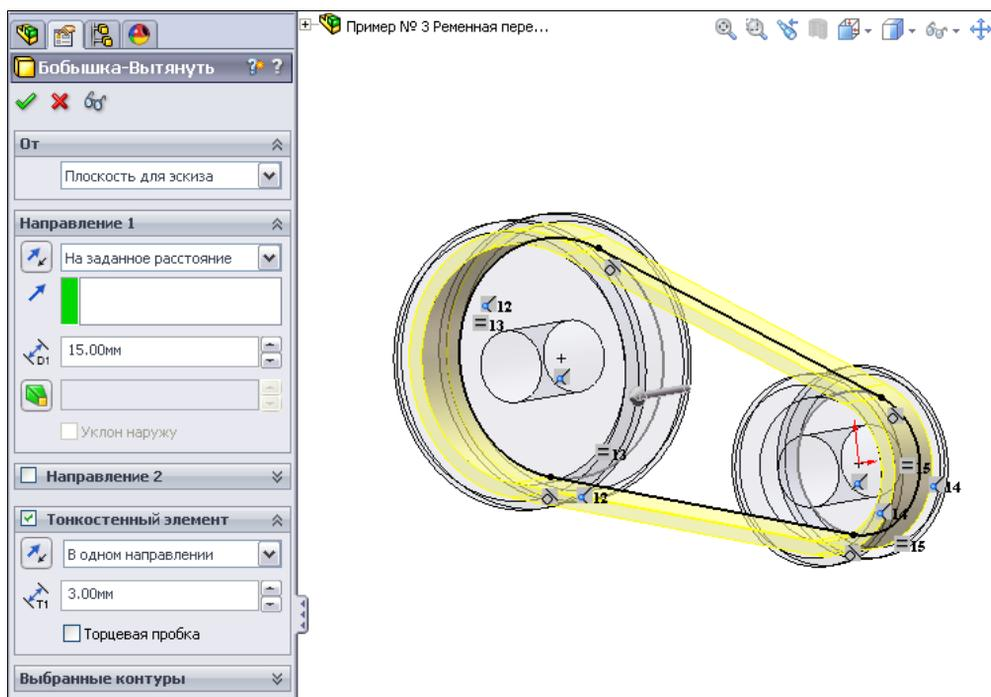

Рис. 6.79
17. Вытянем контур ремня на 15 мм, используя кнопку  — **Вытянутая бобышка/основание**. Вытянуть ремень нужно как тонкостенный элемент — поставить флажок **Тонкостенный элемент**. Пусть толщина ремня будет 3 мм (рис. 6.79).